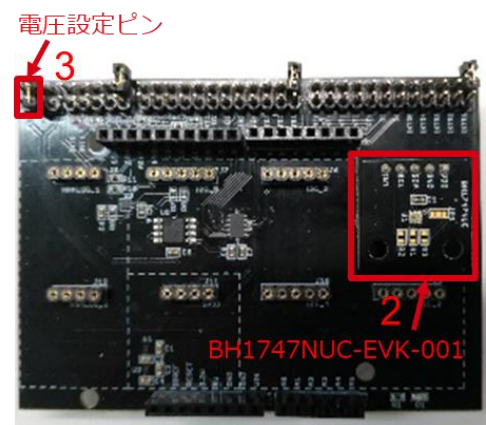

Figure 2. BH1747NUC-EVK-001 と SensorShield の接続
2. SensorShield の I2C エリアに BH1747NUC-EVK-001 を接続 (Figure 2)
3. SensorShield の電圧設定を 3.0V に設定 (Figure 2)